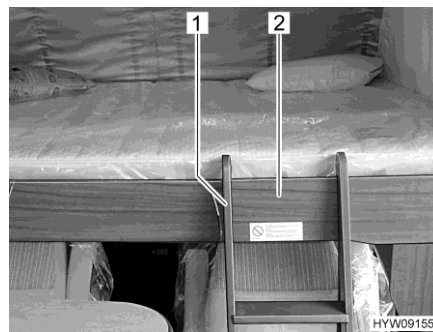

Fig. 100 Échelle de montée (lit escamotable)
- Accrocher l'échelle de montée (Fig. 100,1) à la bordure (Fig. 100,2) du lit escamotable à l'aide des deux étriers. Veiller lors de l'accrochage à ce que les étriers reposent sur les fixations intérieures. Un décalage latéral de l'échelle de montée est ainsi exclu.
- Décrocher l'échelle de montée (Fig. 100,1) de la bordure (Fig. 100,2) du lit escamotable.